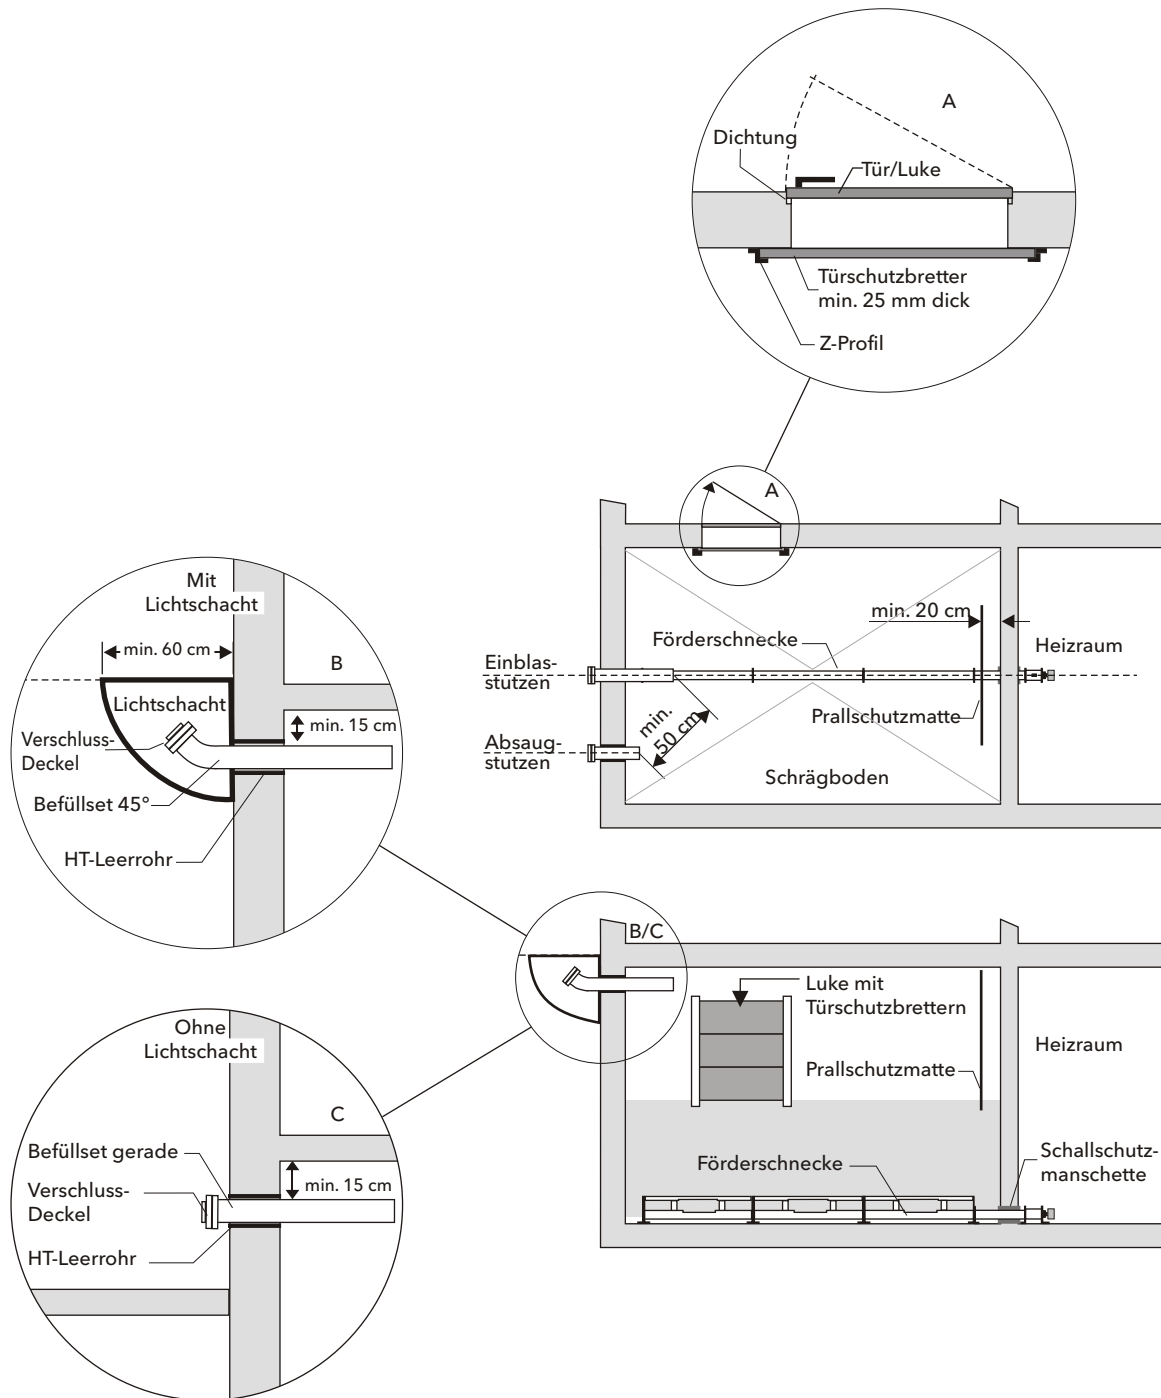

Bild 8 Ausstattung des Pelletlagerraums
- Liegt das Pelletlager an einer Außenwand, eignet sich ein einbaufertiges Befüllset zur Außenwandmontage sowie in abgewinkelter Ausführung für die Montage in einem Lichtschacht (Bild 8). In der Außenwand benötigt man dafür zwei Durchbrüche mit je 130 bis 150 mm Durchmesser. Grenzt der Lagerraum nicht an eine Außenwand, kann anstelle eines Befüllsets eine Befüllleitung aus Anschlusskupplung, Befüllrohren und Bögen nach den räumlichen Erfordernissen individuell erstellt werden.
- Für Revisionszwecke ist eine staubdichte Tür vorzusehen. Die Innenseite der Türe wird mit Brettern vor dem Druck der Pellets geschützt, so dass ein Öffnen der Türe auch bei gefülltem Lagerraum möglich ist (Bild 8). Türschutzbretter und geeignete Z-Schienen sind als Zubehör erhältlich.